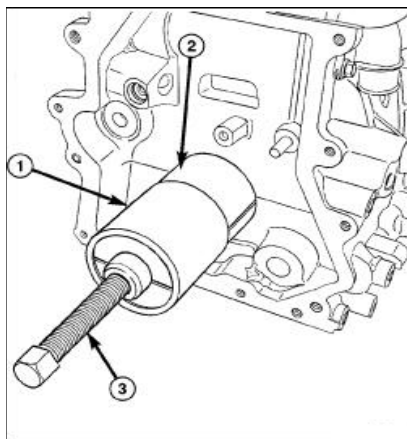

图. 21 曲轴链轮拆卸
- (1) 拆卸正时链条。
- (2) 曲轴减振器螺栓, 拆卸曲轴链轮, 使用专用工具(图. 21)。
(3) 固定曲轴, 拆卸链轮。